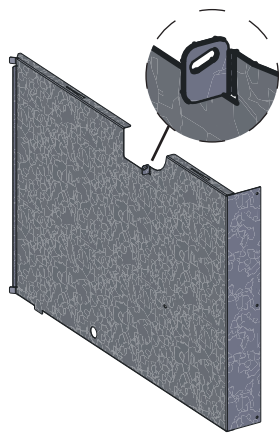

Fig. 99 Piastra di protezione dal contatto in basso
- Piegarla la linguetta per il fissaggio della condotta cavi sotto la piastra di protezione dal contatto – Fig. 99.